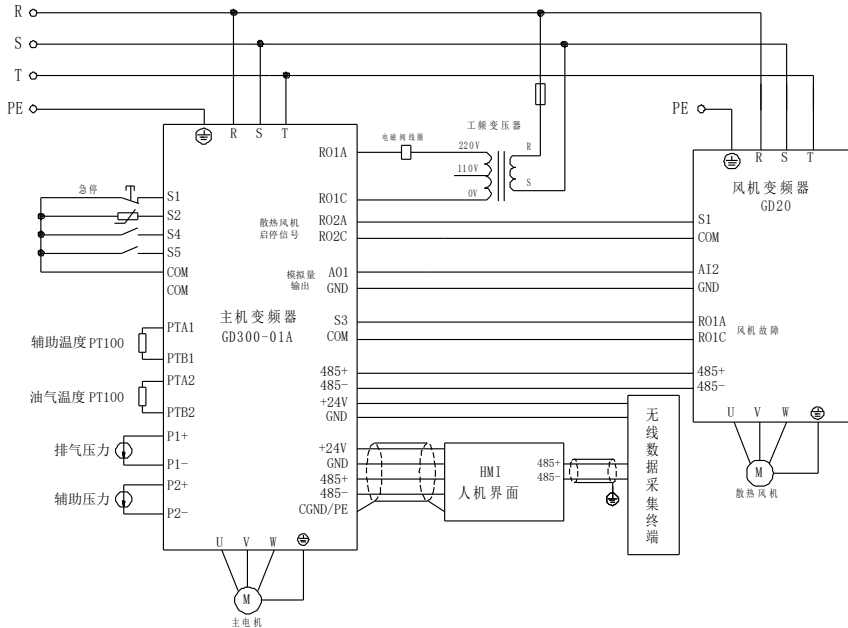

图 4-1 双变频空压机系统接线图
- 1、按照图 4-1 进行接线；仔细检查接线是否正确，确保空压机变频器接地和空压机外壳接地连接良好；